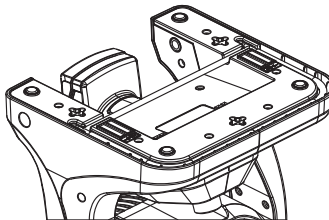

Abb. 2
2. Verwenden Sie die Schlüssellöcher an der Unterseite des Sockels, um den Lüfter an einer Schraube aufzuhängen. (siehe Abb. 2)